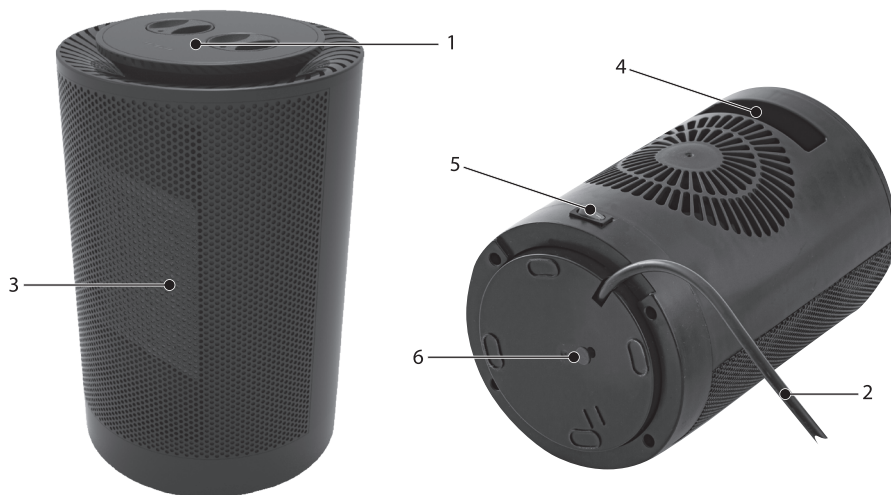
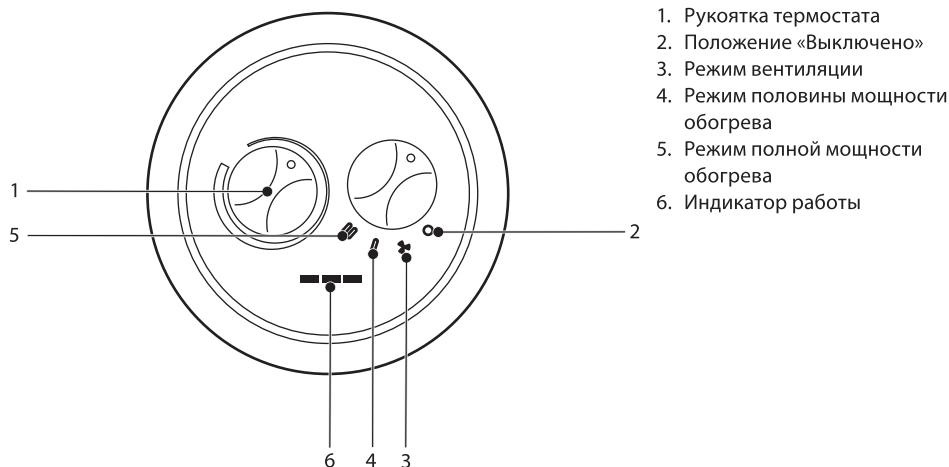

Рис. 1
Рис. 2
2. Поверните рукоятку термостата (1) по часовой стрелке до упора (рис. 2).
3. С помощью второй рукоятки выберите один из трех требуемых режимов: вентиляция (3), обогрев 600 Вт (4), обогрев 1200 Вт (5).
4. Нажмите кнопку (5) позади корпуса, чтобы включить режим осцилляции (вращения) (рис. 1).